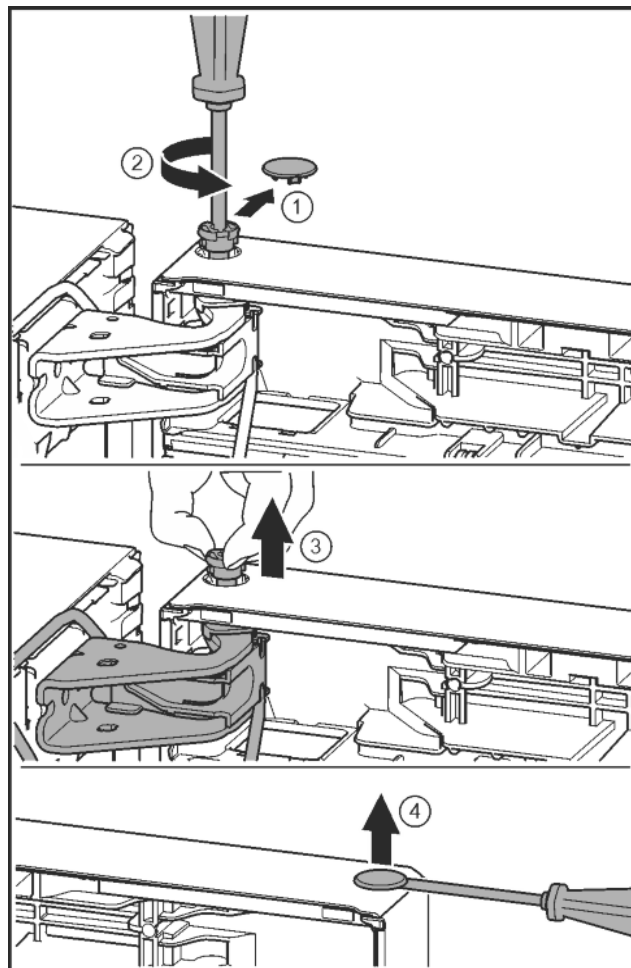

Fig. 24
- ▶ Enlever délicatement le cache de sécurité. Fig. 24 (1)
- ▶ Dévisser légèrement le boulon avec un tournevis T15. Fig. 24 (2)
- ▶ Tenir fermement la porte et sortir le boulon avec les doigts. Fig. 24 (3)
- ▶ Soulever délicatement le bouchon en dehors de la douille de palier de porte avec un tournevis plat et le sortir. Fig. 24 (4)